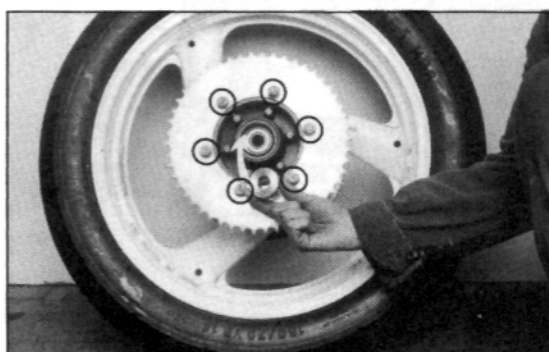

Bild 210
- Zum Entfernen des Kettenblattes sechs selbstsichernde Muttern (Bild 210) am Kettenblatt lösen.